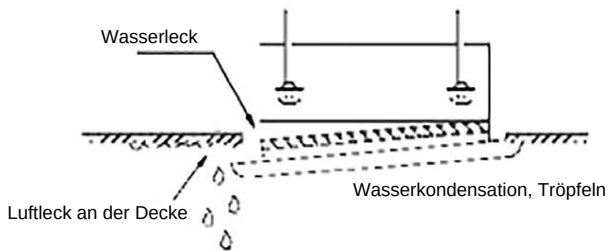

Abb. 2.14
- ① Eine fehlerhafte Ausrichtung der Schrauben kann Probleme wie in Abb. 2.14 verursachen.